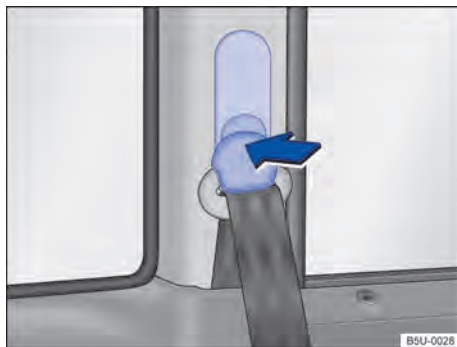

Fig. 39 Ao lado dos bancos: regulagem de altura do cinto de segurança.
- Pressionar o dispositivo regulador no sentido da seta e mantê-lo pressionado → Fig. 39.